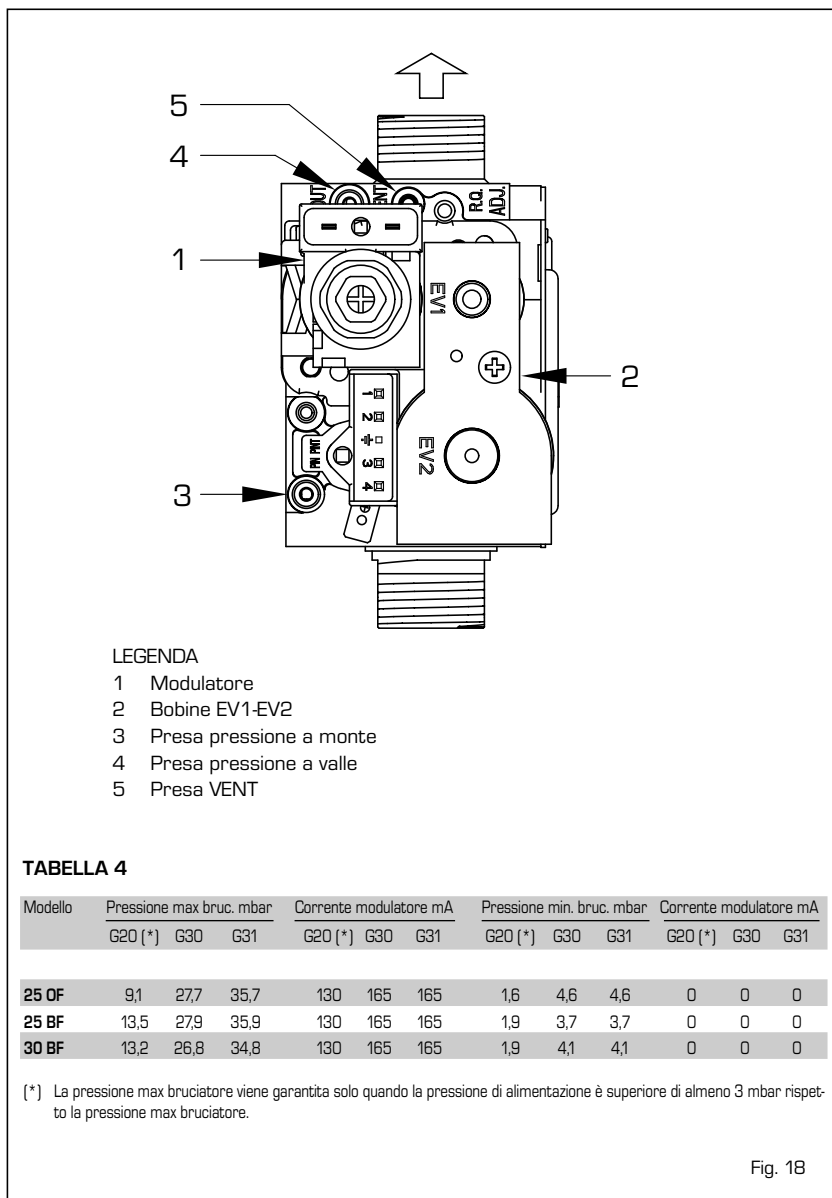

Fig. 18
4.1 VALVOLA GAS (fig. 18)
La caldaia è fornita con valvole gas SIT 845 SIGMA (fig. 18).
- Collegare la colonnina o un manometro solo alla presa a valle della valvola gas. **Nelle versioni "BF" scollegare il tubetto della presa VENT della valvola [5 fig. 18].**